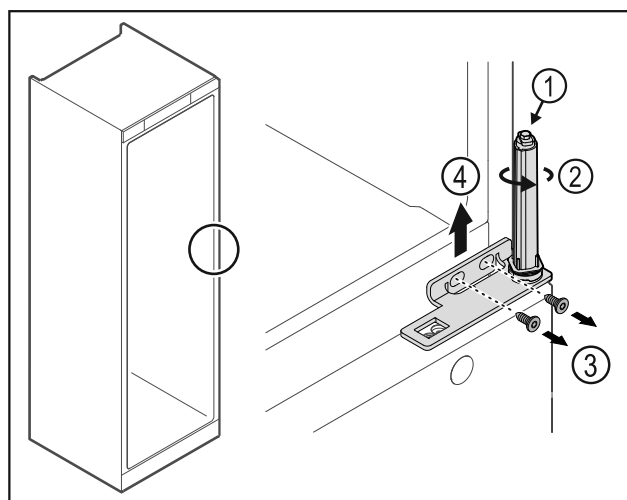

Fig. 26
- Du må ikke adskille dørlukkesystemet Fig. 26 (1).
- Drej lukkesystemet Fig. 26 (2), indtil det klikker.
- Løsn skruerne Fig. 26 (3), og tag hængselvinklen af Fig. 26 (4) opefter.